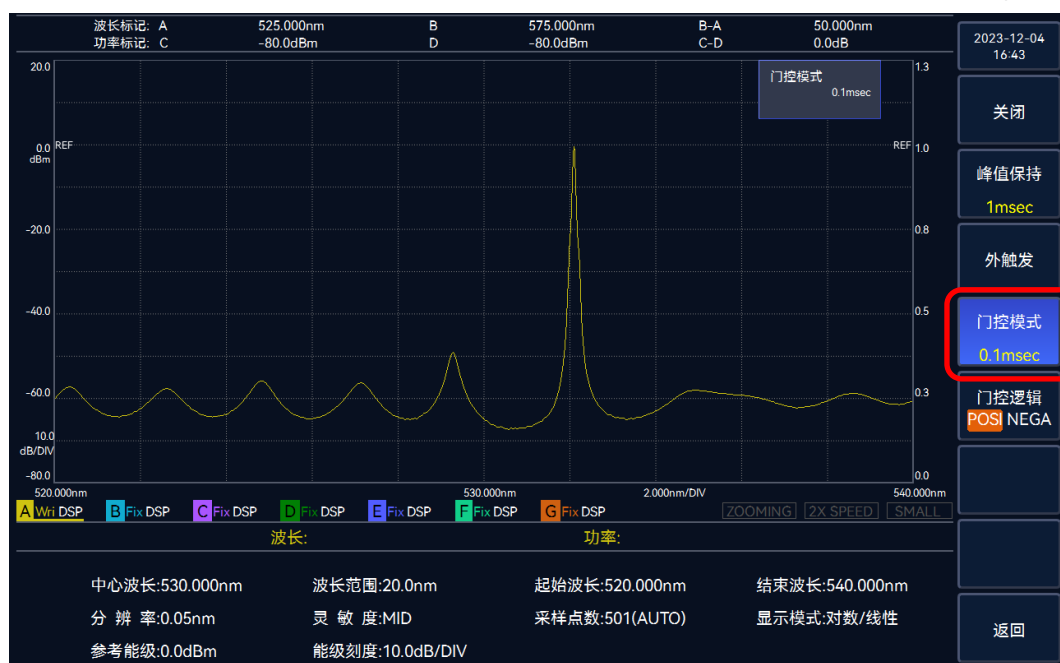

图 3.15 门控采样设置示意图
3. 选择【门控模式】，显示门控模式的采样间隔时间的设置弹框，如图 3.15 所示。